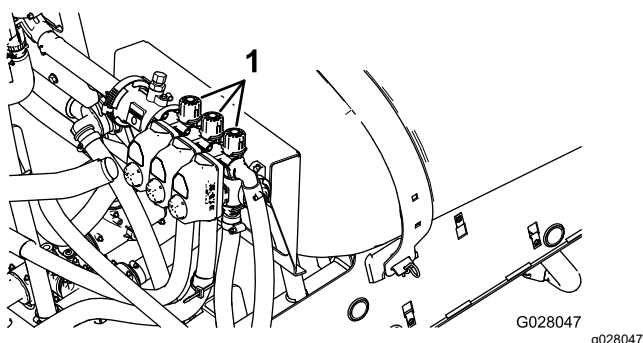

Figura 85
2. Desactive el interruptor de la sección izquierda y ajuste la válvula de desvío de la sección izquierda (**Figura 85**) hasta que la presión marcada coincida con el valor previamente ajustado (típicamente 2.75 bar / 40 psi).
4. Ajuste la válvula de desvío de la sección derecha (**Figura 85**) hasta que la presión marcada coincida con el valor previamente ajustado (típicamente 2.75 bar/40 psi).
6. Ajuste la válvula de desvío de la sección central (**Figura 85**) hasta que la presión marcada coincida con el valor previamente ajustado (típicamente 2.75 bar/40 psi).